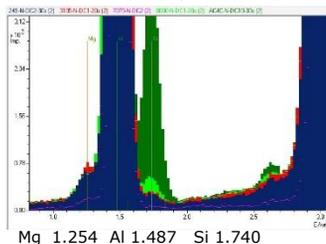

図1 アルミの主ピークの近傍にあるSiおよびMgのXRFスペクトル
- 軽元素であるSiおよびMgの測定の可否が判定には重要であることがわかった(図1)。